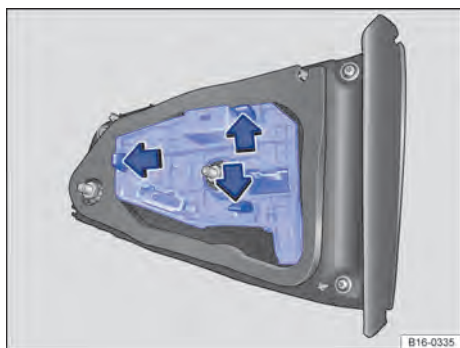

Fig. 186 Na tampa do compartimento de bagagem: desinstalar o suporte da lâmpada.
6.	Pressionar as tiras de travamento no sentido da seta → Fig. 186 e retirar o suporte da lâmpada.
7.	Substituir a lâmpada incandescente queimada por uma lâmpada incandescente nova do mesmo modelo → Fig. 186.